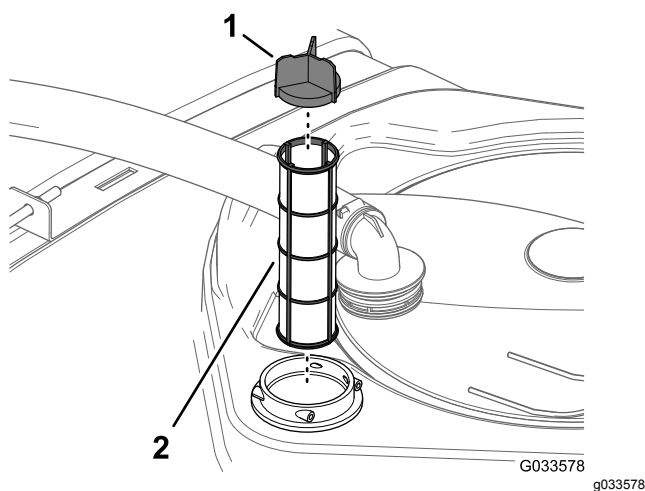

Рисунок 96
4. Извлеките фильтр линии всасывания из его корпуса в баке (Рисунок 96).